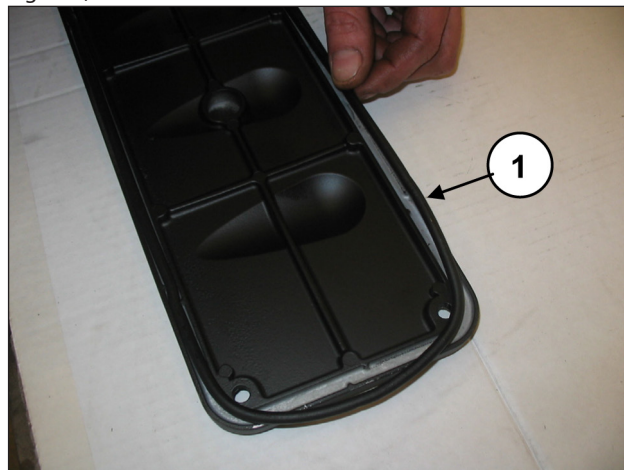
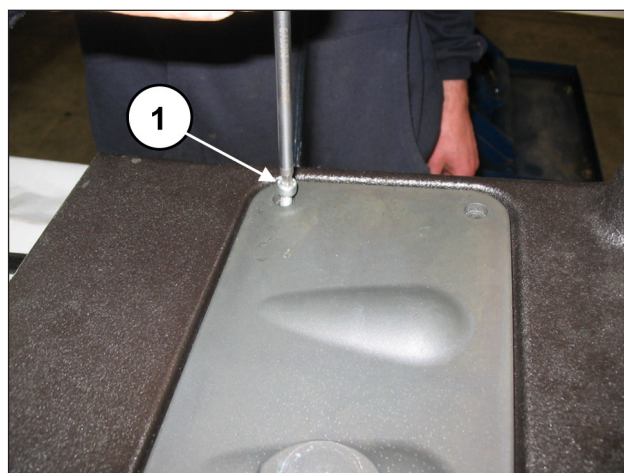

Fig. 99
Fig. 100
Introducir la junta tórica (pos. ①, Fig. 99) en las tapas de inspección y montar las tapas con 4+4 tornillos M6x14 (pos. ①, Fig. 100).